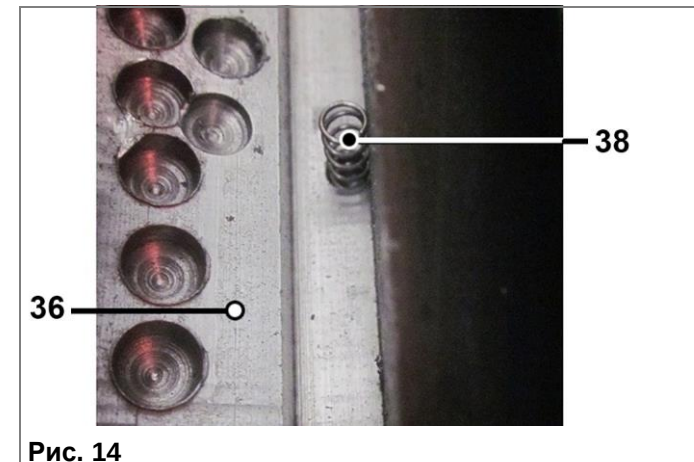

Рис. 14
10.3.3. Строгальные ножи (37) устанавливаются в строгальном валу (36) на две пружины (38), расположенные по краям вала (Рис. 14).
строгальном валу (36) на две пружины (38), расположенные по краям вала (Рис. 14).